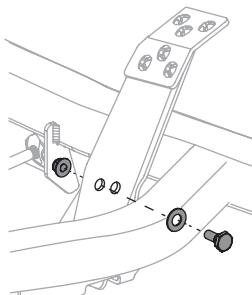

Figure 36
2. Retirez le boulon hexagonal, la rondelle et l'écrou hexagonal près du centre de la pédale. Voir Figure 36.
- Réinstallez le matériel précédemment retiré et serrez l'écrou à 38-47 N·m (28-35 pi-lb). Voir Figure 36 à la page 95.